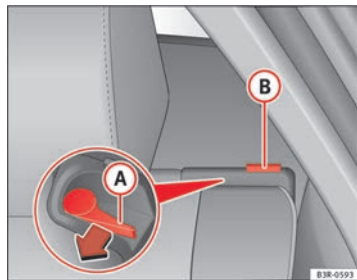

Fig. 118 Levier de déverrouillage du dossier
- Poussez le levier de déverrouillage (A) ⇒ fig. 118 dans le sens de la flèche.